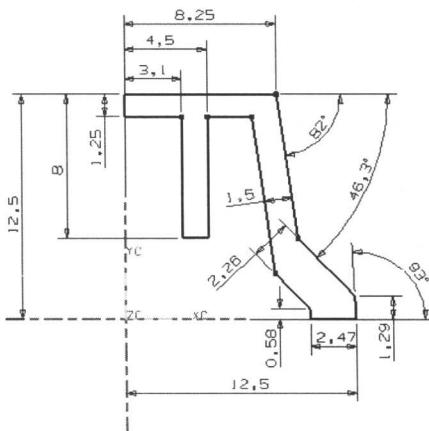

图2-3
2. 在【成形特征】工具条中单击【草图】按钮，弹出【基准平面】悬浮工具条，然后依次单击【ZC-XC】和【确定】按钮进入二维草图界面，绘制图 2-3 所示的草图轮廓。